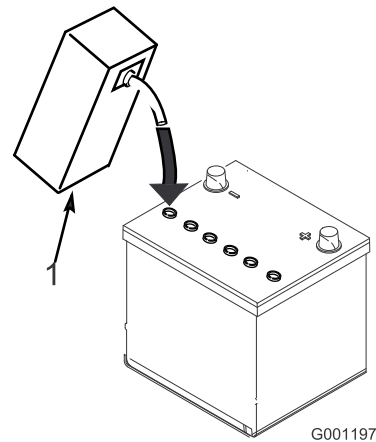

Figura 4
4. Espere aproximadamente 20–30 minutos para que el electrolito penetre en las placas. Rellene según sea necesario para que el electrolito llegue a una distancia de 6 mm aproximadamente del fondo del hueco de llenado (Figura 4).
3. Llene cuidadosamente cada celda con electrolito hasta que las placas estén cubiertas de 6 mm aproximadamente de fluido (Figura 4).